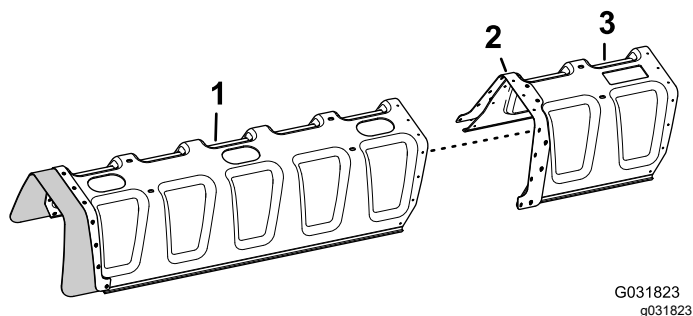

Figura 146
- Alinee los orificios de la pletina de refuerzo (dos filas) de la extensión de la cubierta con los orificios del extremo de la cubierta de brazo de 11 boquillas (Figura 146).